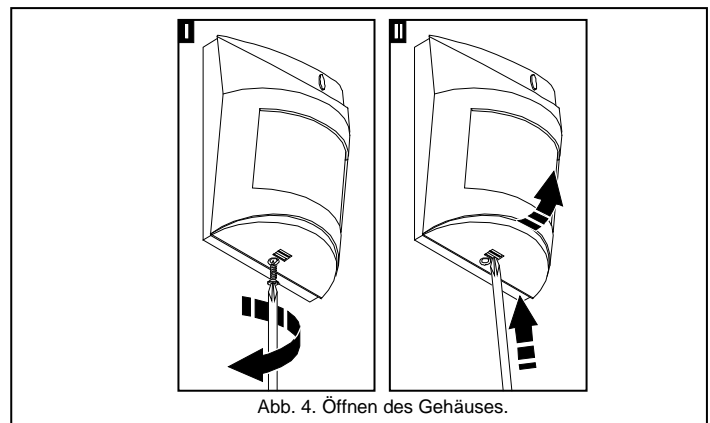

Abb. 4. Öffnen des Gehäuses.
1. Gehäuse wie in Abbildung 4 öffnen.